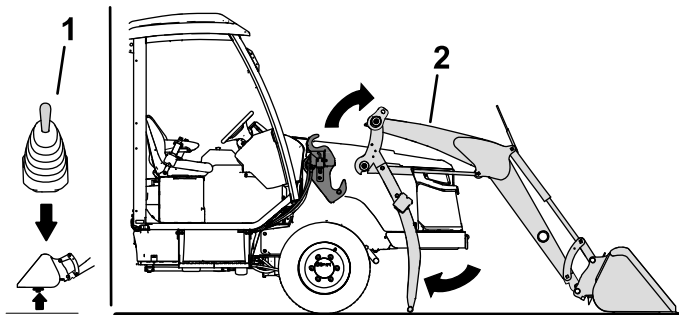

Figura 46
4. Utilizzate il joystick del caricatore per sollevare i bracci via dai supporti del telaio del caricatore (Figura 46).